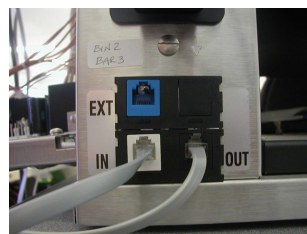

Figura 1
4) Connettere Kitchen Minder e i PHU come illustrato nel diagramma seguente. Consultare la figura 1 per informazioni sul posizionamento dei connettori sul retro dei PHU Prince Castle.